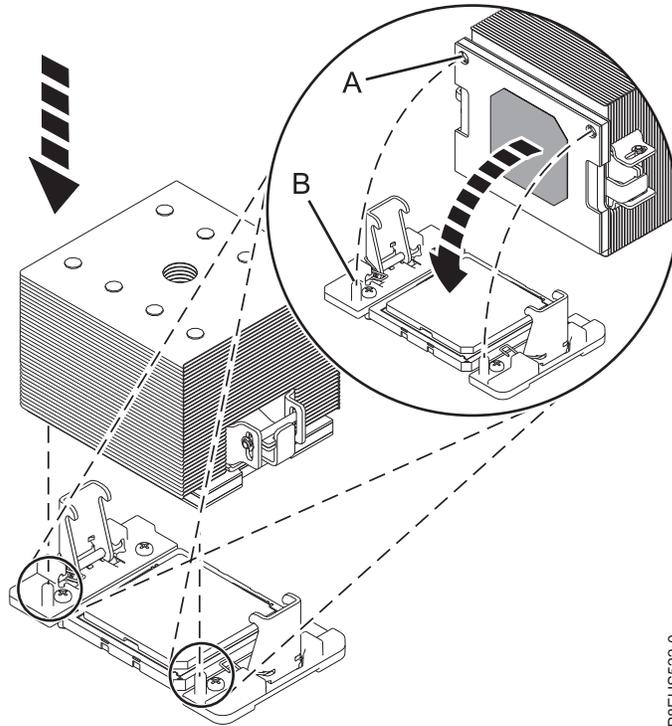

図 106. 損傷していない銀色の TIM とヒート・シンクの再利用
9. 損傷していない既存の銀色の TIM とヒート・シンクを再利用するには、このステップを使用します。損傷していない銀色の TIM は、ヒート・シンクに付着しています。両方ともプロセッサの上に取り付ける必要があります (107 ページの図 106 を参照)。